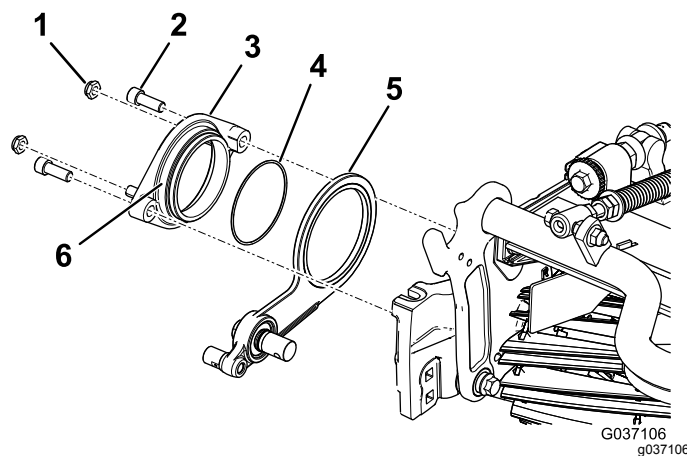

Bild 8
3. Tragen Sie Gleitmittel auf den Außendurchmesser der Drehbüchsenbaugruppe auf (Bild 8).
4. Befestigen Sie die Drehbüchse mit zwei Innensechskantschrauben über der Spannscheibe an der Spindel (Bild 8).
5. Befestigen Sie die zwei Sicherungsmuttern lose an der Drehbüchse (Bild 8).